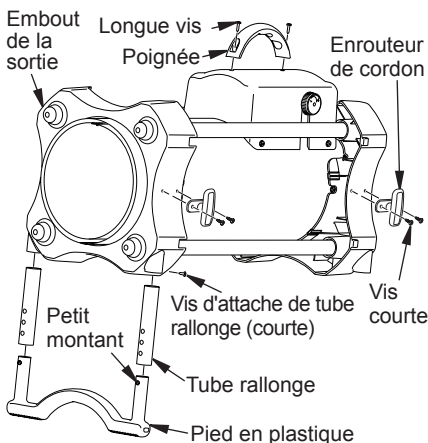

Figure 3 - Assemblage de la poignée et du pied
Fixez la poignée à la boîte de contrôle avec deux vis (longues) comme illustré à la figure 3.
1. Insérez les tubes rallonge dans l'embout de sortie jusqu'à ce que le petit trou soit aligné sur le plus grand trou et soit visible de l'intérieur de l'embout (voir figure 3). Fixez les tubes rallonge avec les vis fournies (courte).
Installez un enrouleur de cordon sur le côté de chaque embout avec les vis courtes fournies, comme illustré à la figure 3.